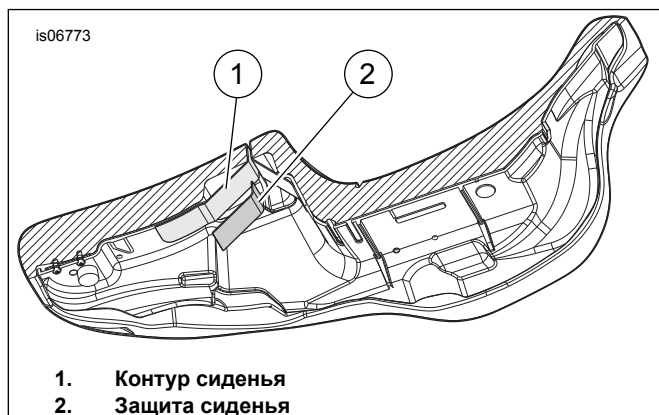

Рисунок 4. Нижняя поверхность сиденья
13. Рисунок 4 Обратите внимание на форму поверхности, которую будет покрывать защита сиденья (2), и аккуратно придайте защите нужную форму, чтобы она лучше соответствовала контурам сиденья (1).